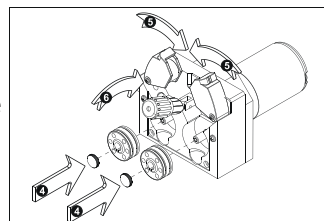

Figura 14: Inserir As Bobinas De Alimentação De Arame
- Após inserir os rolos a serem utilizados, reinstale os parafusos e abaixe os rolos de pressão, levante a alavanca do rolo de pressão e trave-a nos rolos de impressão (Figura 14).